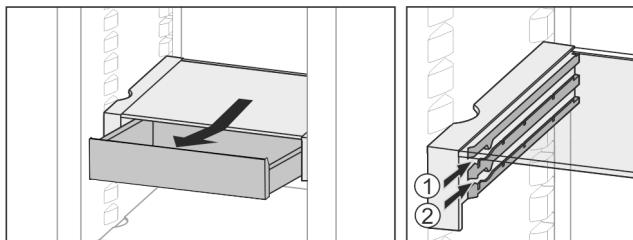

Fig. 36
- Vstavite ga na poljubni višini Fig. 36 (1) ali Fig. 36 (2).